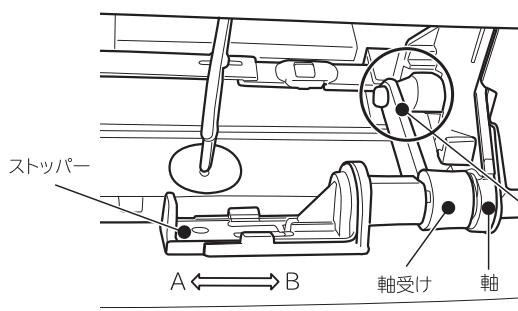

図4 処置方法1(表示部側)
1. 上下風向板をゆっくり開いて、ストッパーをA方向に移動します。(図4)
3. 軸受けを軸に固定します。(図4)
4. ストッパーをB方向に移動し、ストッパーを軸受けに挿入します。(図4)